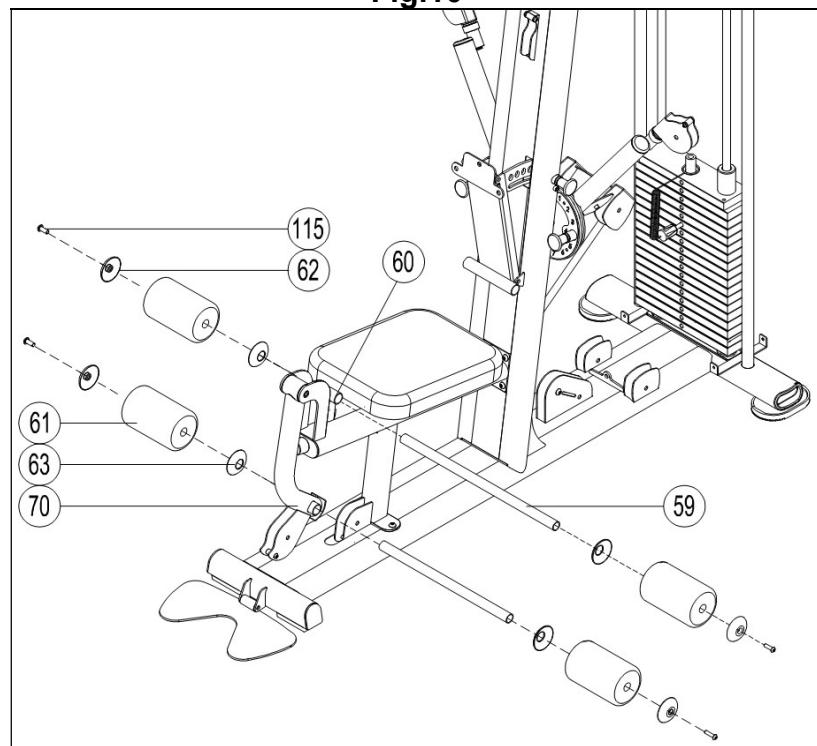

Fig.11
11.- Coloque el tubo de espuma (58) según indica la Fig.11, coloque las tapas interiores (63), los rodillos (61), las tapas exteriores (62) y atornílle con los tornillos (115).